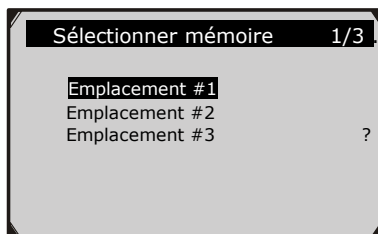

Figure 5.22
- 5) Utilisez le bouton de défilement **HAUT/BAS** pour sélectionner un emplacement mémoire et appuyez ensuite sur la touche **OK**.(Figure 5.22)